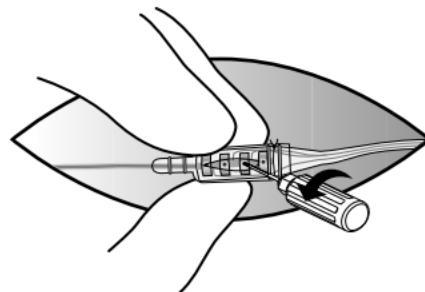

Abbildung 17. Lösen der Schrauben
6. Lösen Sie mithilfe des Drehmomentschlüssels die vier Schrauben durch Drehung entgegen dem Uhrzeigersinn (ca. eine Umdrehung) (Abbildung 17).